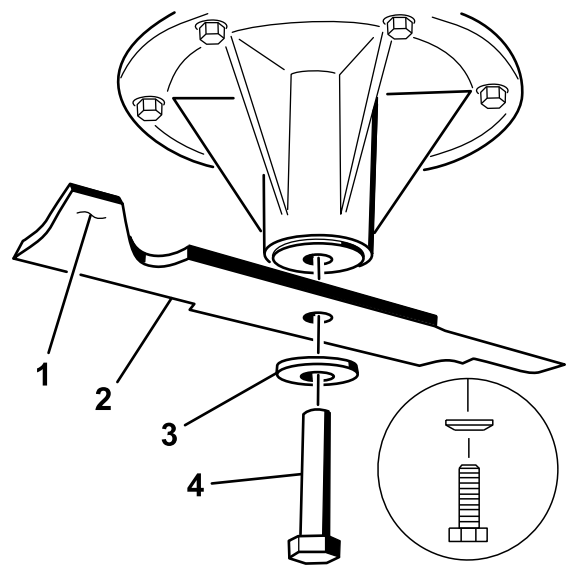

Figure 114
2. Enlevez des axes des lames gauche et centrale, le boulon de lame, la rondelle bombée et la lame (Figure 114).
3. Enlevez de l'axe, le boulon de la lame droite (fileté à gauche), la rondelle bombée et la lame (Figure 114).
1. Reposez sur les axes, les lames gauche et centrale, les rondelles bombées et les boulons de lame (Figure 114 et Figure 115).
Remarque: Orientez le cône de la rondelle bombée vers la tête du boulon (Figure 114).
2. Posez sur l'axe, la lame droite, la rondelle bombée et le boulon de lame (fileté à gauche) (Figure 114 et Figure 115).